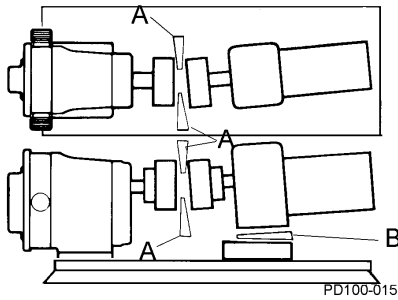

Figura 19 - Verifique o alinhamento angular
1. Usando calibradores de folga ou calibradores de conicidade ((Figura 19, itens A e B), verifique o alinhamento em quatro pontos a cada 90 graus ao redor do acoplamento; **ajustes para a mesma dimensão em todos os pontos.**